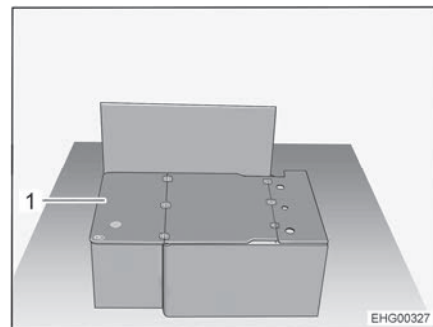

Fig. 39 Banco longitudinal sin cojines
- Abatir el tablón de soporte (Fig. 39,1) 180° y depositarlo en la tapa de baúl-banco.